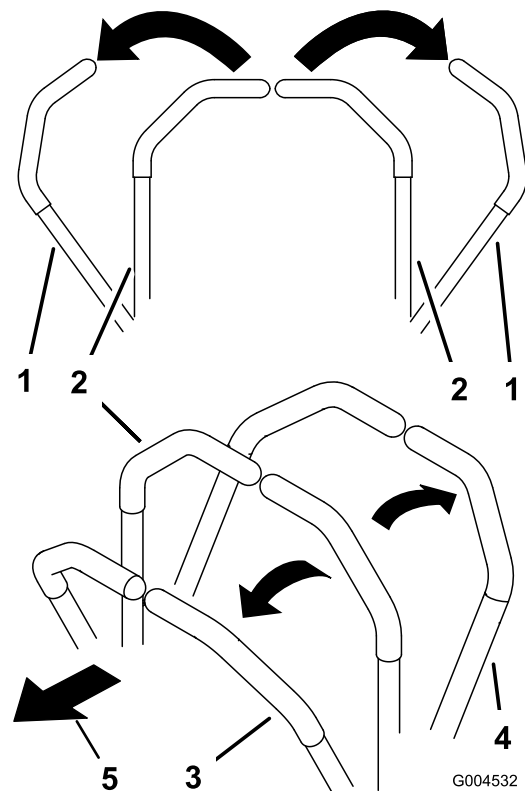

Figure 17
2. Pour vous déplacer en marche avant, poussez doucement les leviers de commande de déplacement vers l'avant (Figure 17).
Pour vous déplacer en ligne droite, appliquez une pression égale sur les deux leviers de déplacement (Figure 17).
Pour tourner, relâchez le levier de commande correspondant à la direction que vous voulez prendre (Figure 17).